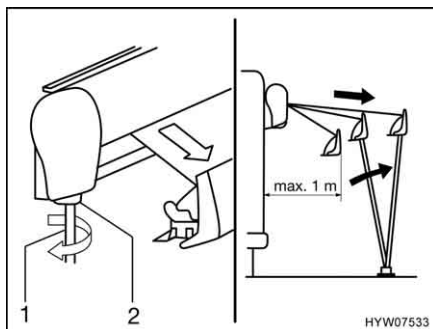

Fig. 5 Estrazione della tenda
- Inserire la manovella (Fig. 5,1) nel supporto a baionetta (Fig. 5,2) della tenda e girarla in senso antiorario. La tenda si apre dopo un paio di rotazioni.